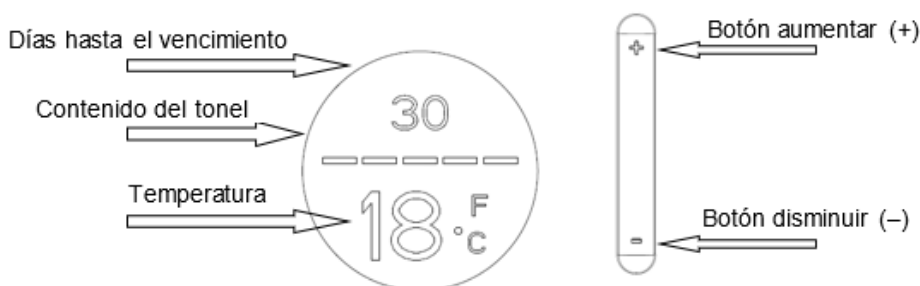

Figura 11
14. Pantalla digital de LED (como se muestra en la Figura 11)